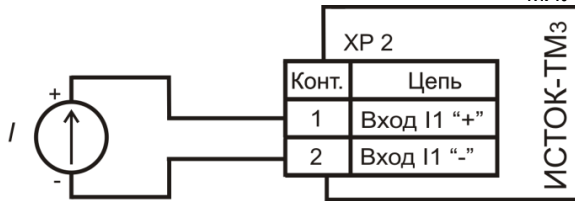

Рисунок 1.3 – Пример подключения датчика к **ИБх «01»** вычислителя
1.6.2 Подключение к **ИВх «01» - «08»** датчиков с токовым выходным сигналом (ДД, ДпД, расходомеров) выполняется по двухпроводной схеме с соблюдением полярности подключения (см. рисунок 1.3).